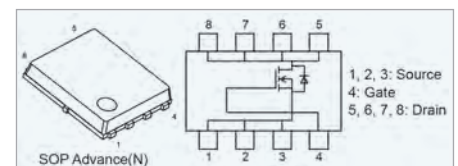

Figura 4
TPH2R70AR5-LQ este disponibil într-o capsulă SOP Advance(N) cu montare pe suprafață, de 5,15 mm × 6,1 mm × 1 mm (Figura 4), oferind o compatibilitate excelentă cu procesele de montare standard din industrie.